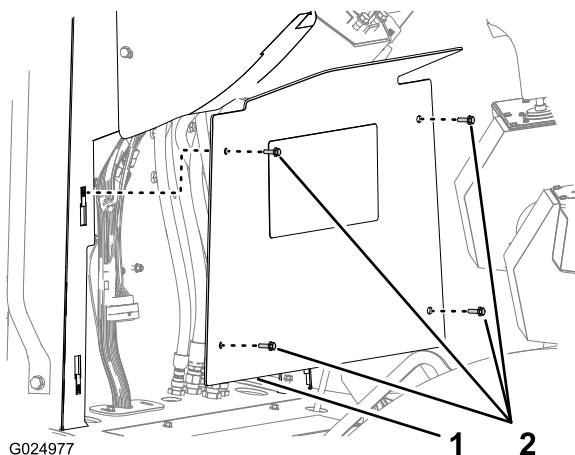

Bild 116
- Entfernen Sie die vier Sechskantbundkopfschrauben (6 x 20 mm), mit denen die untere Bedienfeldplatte am Bedienfeld befestigt ist, und nehmen Sie die Platte ab (Bild 116).
- Fluchten Sie die untere Bedienfeldplatte mit dem Bedienfeld aus (Bild 116).